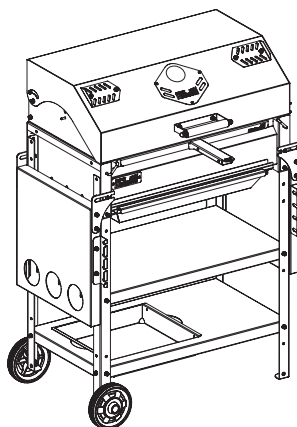

Рис. 44.
- При транспортировке мангала в собранном виде необходимо воспользоваться ручкой для передвижения мангала. Для более компактного хранения мангала рекомендуется сложить столик: приподнимите его до освобождения кронштейна из зафиксированного положения и затем плавно опустите, как показано на рис. 44.